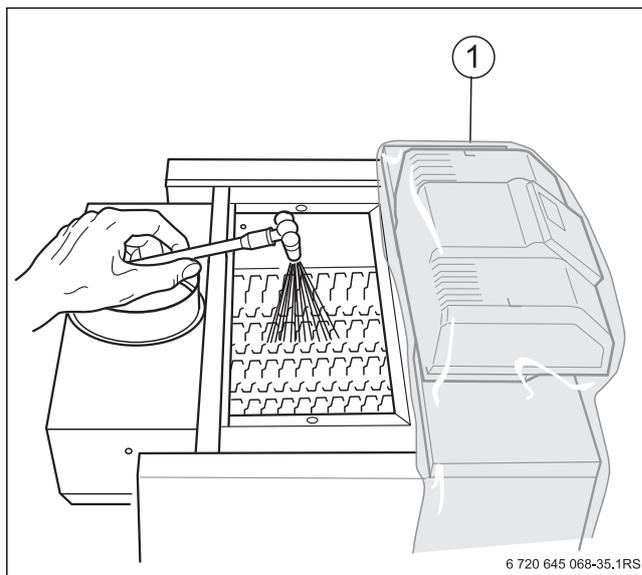

Рис. 50 Влажная чистка котла
- ▶ Накройте систему управления плёнкой (→ рис. 50 [1]). Не допускайте попадания аэрозольного тумана в систему управления.
- ▶ Равномерно распылите чистящее средство сверху в газоотводящих каналах (→ рис. 50).